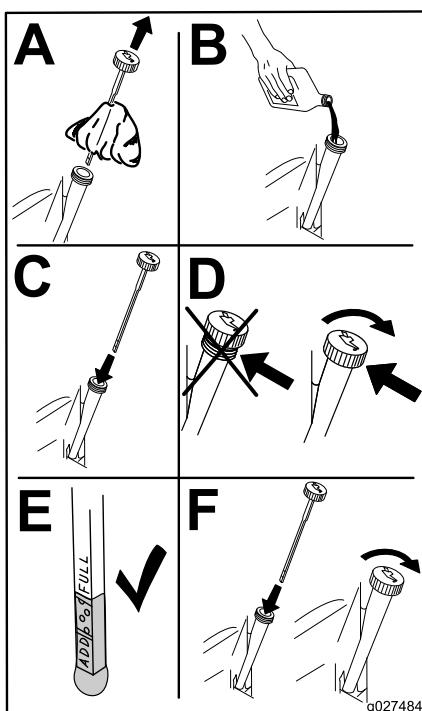

Figura 47
6. Deite cerca de 80% do óleo especificado no tubo de enchimento e adicione lentamente o óleo adicional até chegar à marca **Cheio** (Figura 47).